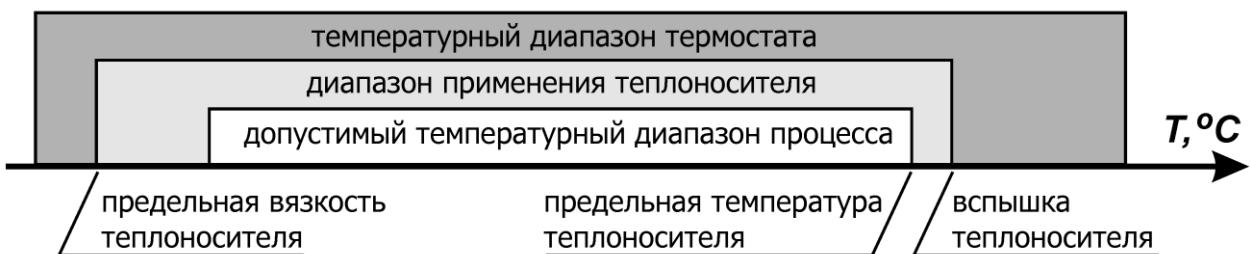

Рисунок 8 — Определение предельной температуры теплоносителя
2.12.2 Рекомендуемые теплоносители и соответствующие им диапазоны изменения температур регулирования и срабатывания защиты от перегревания приведены в таблице 4. Приведенные ниже величины температурных диапазонов могут ограничиваться температурным диапазоном терmostата, в составе которого используется блок регулирования (рисунок 8).